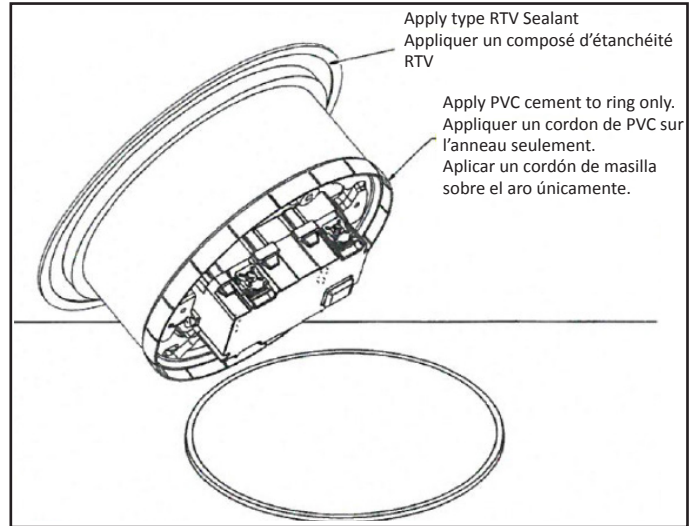

FIGURE 3
MULTI-SERVICE (POWER/TELEPHONE-DATA) LOW VOLTAGE DIVIDER IS REQUIRED. USE DIVIDER NUMBER: RF408 (FIG. 3)
- Carefully apply PVC cement to PVC Leveling/Retainer Ring per manufactures instructions. (Fig. 3)
MULTISERVICES (ÉNERGIE/TELEPHONE-DONNÉES) UN SÉPARATEUR BASSE TENSION EST REQUIS. UTILISER UN SÉPARATEUR NUMÉRO : RF408 (FIG. 3).
- Appliquer soigneusement du ciment à PVC sur l'anneau de nivellement/de retenue en PVC conformément aux directives du fabricant. (Fig. 3).
MULTISERVICIO (ENERGÍA/TELÉFONO-DATOS) SE REQUIERE UN DIVISOR DE BAJA TENSIÓN. USAR EL NÚMERO DIVISOR: RF408 (FIG. 3)
15. Aplicar cuidadosamente cemento al aro de nivelación/retención en PVC siguiendo las instrucciones del fabricante (Fig. 3).